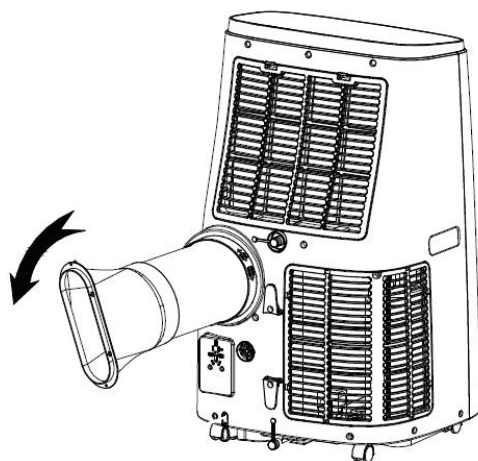

Figure 1
1.1 Installez le caloduc (comme indiqué sur la Fig.1)
- 2) Insérer l'assemblage de tube de chaleur (l'extrémité du joint d'échappement) dans la fente du panneau de ventilation (appuyez vers la gauche) et compléter l'ensemble (comme représenté sur la figure 1).